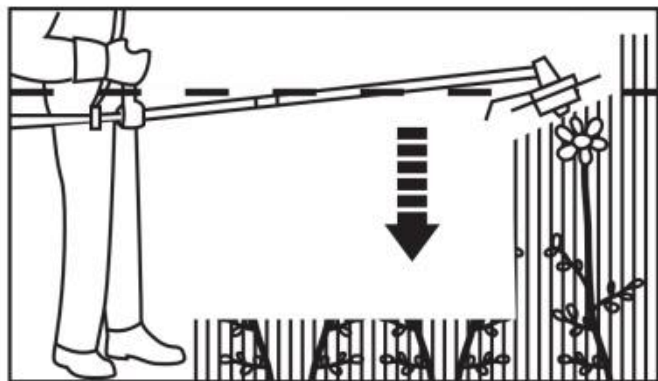

Fig. 43
4. Non tenere mai la testina di taglio più in alto dell'anca (Fig. 43); più in alto si tiene la testina di taglio, maggiore sarà il rischio che gli oggetti vengano proiettati.